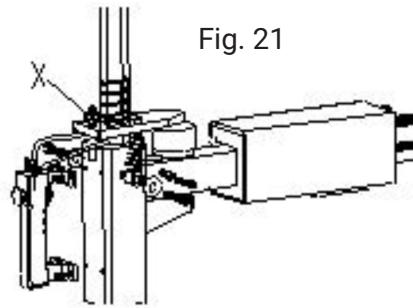

Fig. 21
Obs! Hvis den vertikale armen ikke er låst eller ikke oppfyller kravet om 2-3 mm avstand fra bunnen på monterings-/demonteringshodet til felgen, juster den sekskantede låseplaten (Fig. 21) og juster (X).